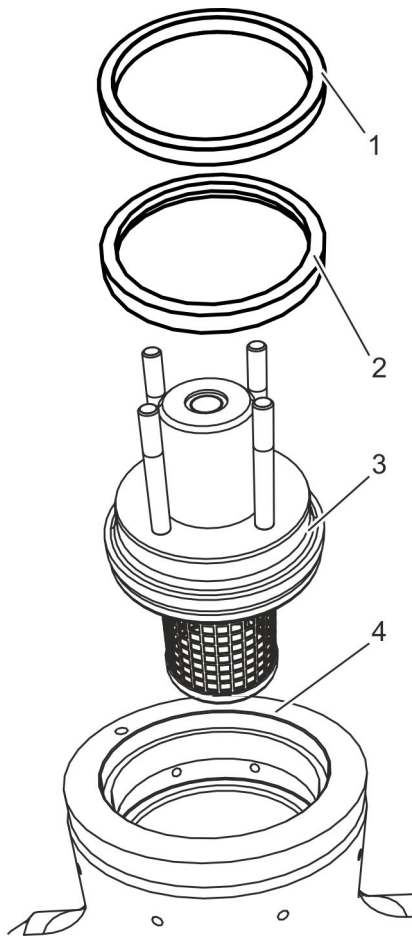

Abb. 20: Verschlussdeckel einsetzen
Verschlussdeckel (Abb. 20/3) mit Siebzylinder mit geeignetem Hebezeug in das Gehäuse (Abb. 20/4) einsetzen.
12. ▶ Neuen Dichtring (Abb. 20/2) montieren.
13. ▶ Stützring (Abb. 20/1) auf den Dichtring (Abb. 20/2) legen.